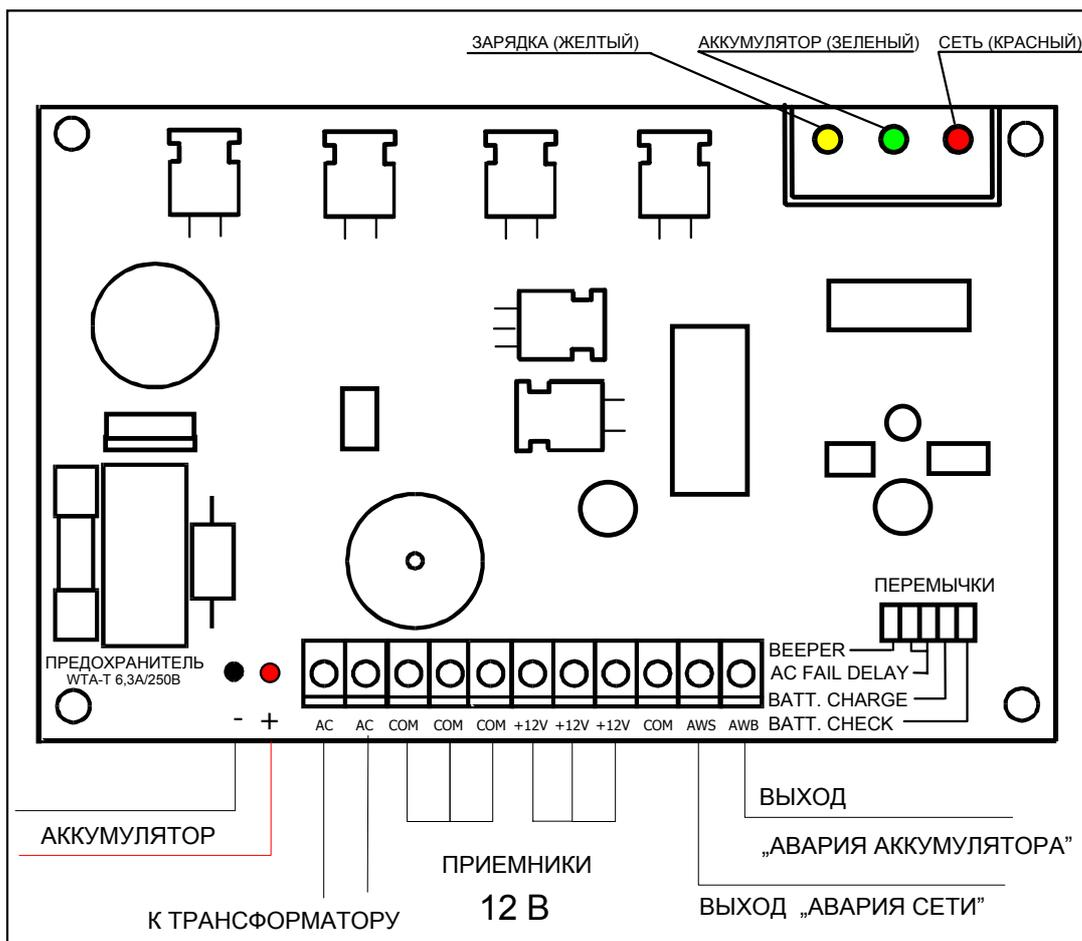

Рис. 1. Вид платы блока питания с выводами
5. Установить плату блока питания на дистанционных колышках, а плату с светодиодами LED закрепить винтами к крышке корпуса – цвета светодиодов LED описаны на рис. 1.